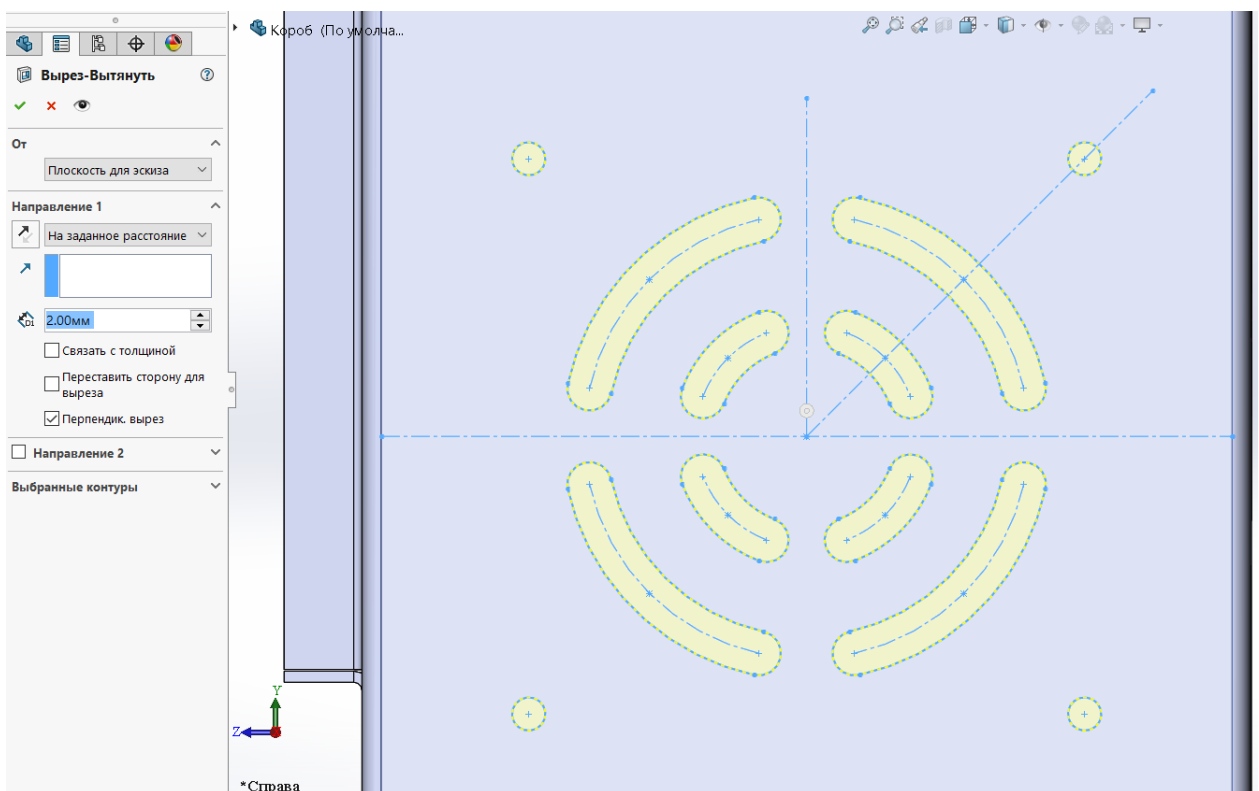

Рисунок 17 – создание выреза вентиляционного отверстия
19. В дереве модели выделить созданный эскиз. Выполнить операцию «Вытянутый вырез» (рис. 17).